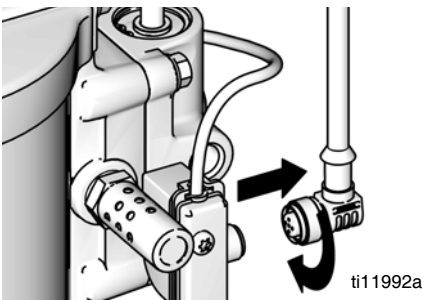

FIG. 10. Frakoble DataTrak
1. Skru av kabelen fra baksiden av reedbryteren. Se FIG. 10.